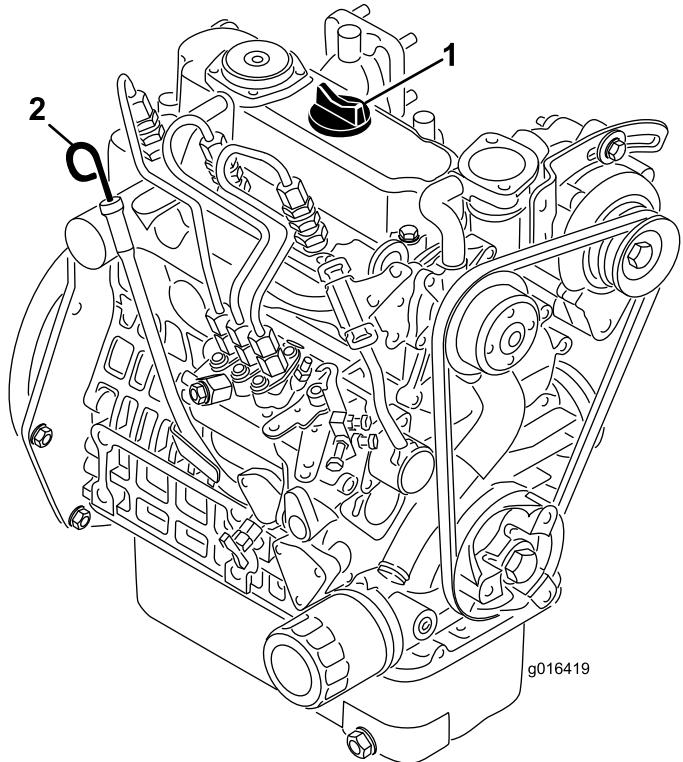

Figure 22
- Retirez la jauge et essuyez-la sur un chiffon propre (Figure 22). Remettez la jauge dans le tube en l'enfonçant complètement. Sortez la jauge du tube et vérifiez le niveau d'huile. Si le niveau est trop bas, retirez le bouchon de remplissage du couvre-culasse et ajoutez **lentement** la quantité d'huile nécessaire pour faire monter le niveau jusqu'au repère maximum de la jauge. Versez l'huile lentement et vérifiez souvent le niveau durant la procédure. **Ne remplissez pas excessivement.**